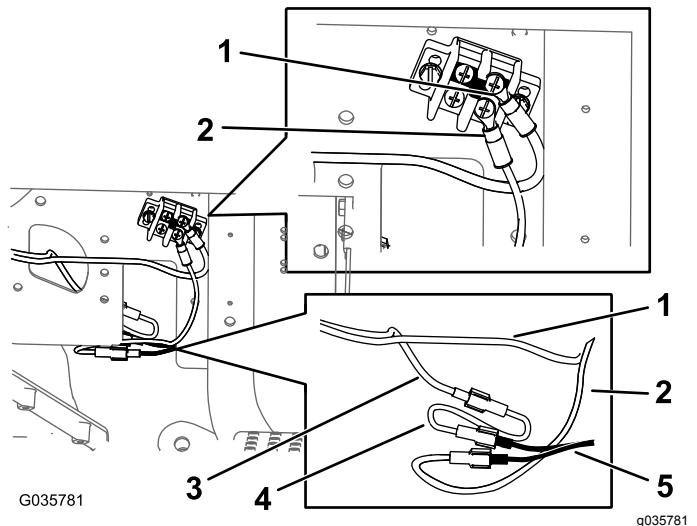

図 15
- C. アースブロックに、ワイヤハーネスのリング端子とアースアダプタハーネスを接続する図 15。
- D. パワーアダプタハーネスをワイヤハーネスに接続する図 15。